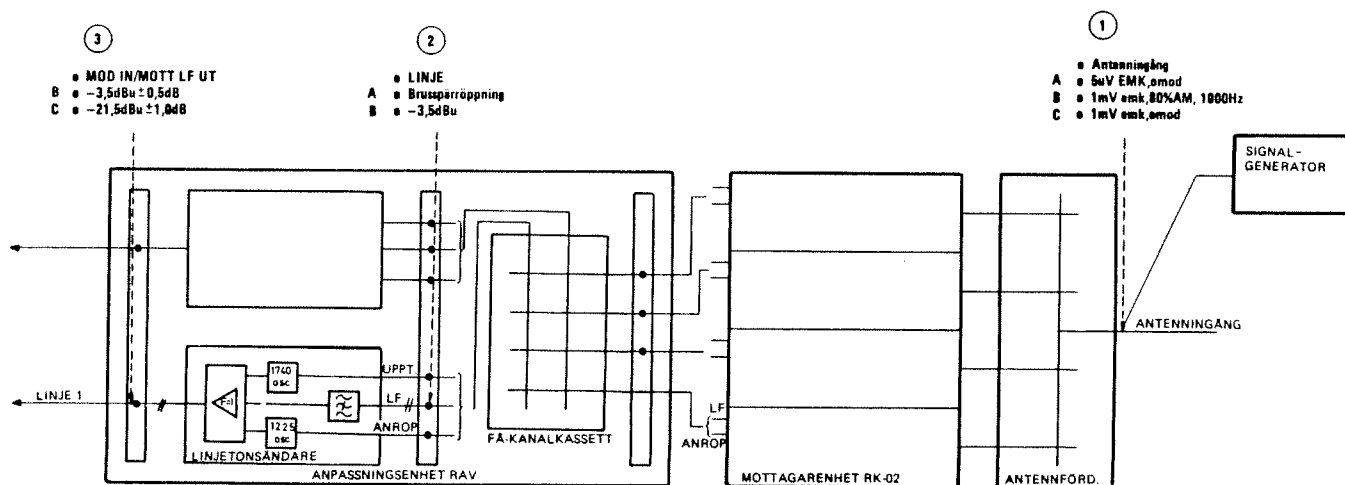

Bild 7
- Anslut en signalgenerator till antennfördelarens antenningång ①, bild 7. Anslut en URI-meter till vald linjetonsändares stift LINJE ② i anpassningsenhet RAV stiftfält.